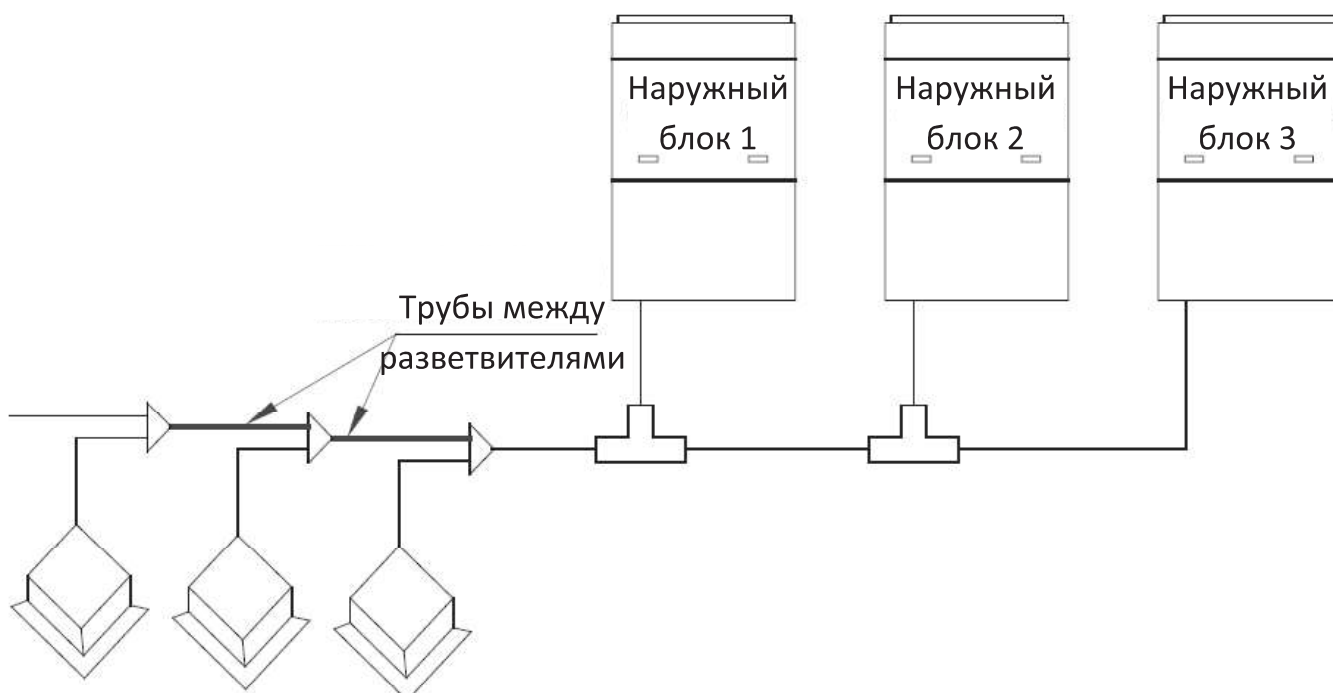

Рис. 7.7.
7.3.3.3. Диаметр труб между разветвителями FQ (рис. 7.7.) определяется в зависимости от суммарной производительности внутренних блоков, подключенных после этих труб, в соответствии с таблицей 7.8.